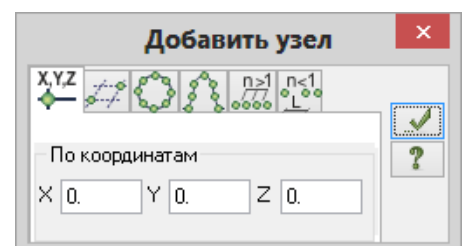

Рис.5.3. Диалоговое окно **Добавить узел**
- Вызовите диалоговое окно **Добавить узел** (рис.5.3) щелчком по кнопке  – **Добавить узел** (панель **Создание** на вкладке **Создание и редактирование**).